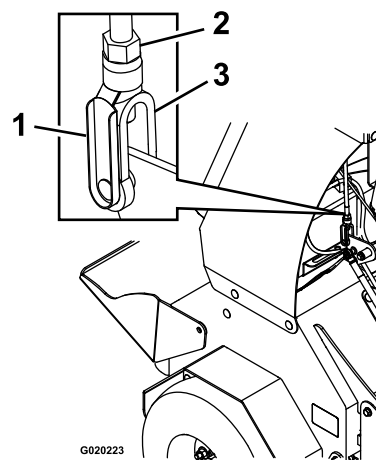

Figure 57
- B. Retirez l'axe élastique de la chape sur la timonerie de commande de déplacement (Figure 57).
- Si le levier de commande **touche la barre de référence**, tournez la chape (Figure 57) dans le sens horaire (vu du haut de la machine).
- Si le levier de commande **ne touche pas la barre de référence**, tournez la chape (Figure 57) dans le sens antihoraire.
- D. Reposez l'axe de chape élastique (Figure 57) et avancez le levier de commande.
- F. Retirez l'axe de chape élastique, tournez le tendeur dans le sens horaire d'un tour supplémentaire, puis remettez l'axe de chape en place (Figure 57).